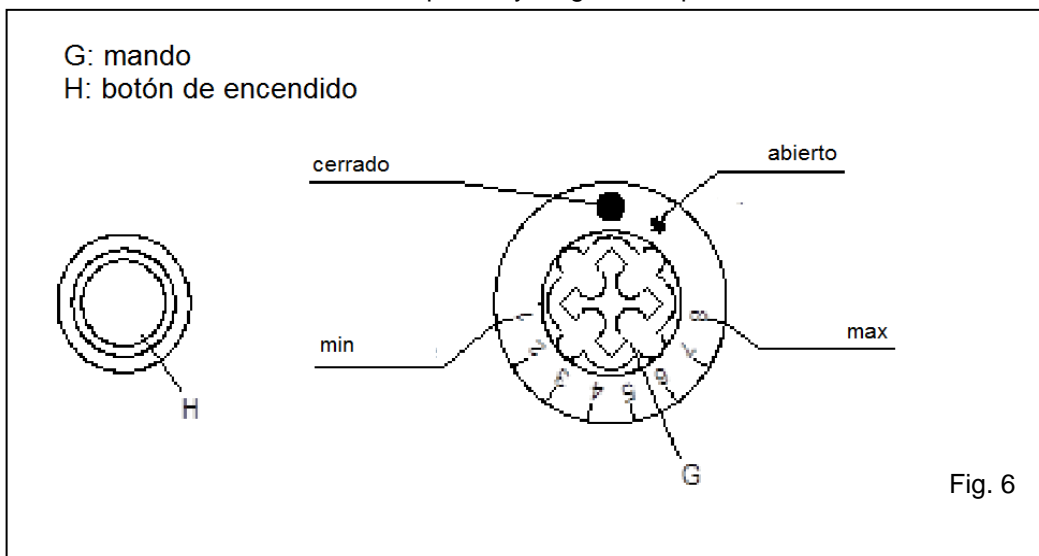

Fig. 6
6.1 Encendido de la llama del piloto (Fig. 6)
Para apagar la llama piloto y el quemador principal, gire el mando a la posición "cerrado". (Fig. 6).